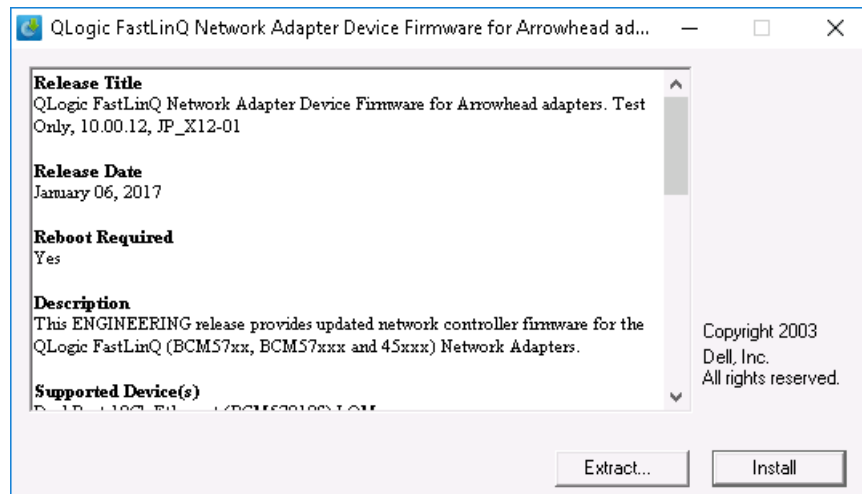

Ilustración 4-1. Dell Update Package (Paquete de actualización Dell): Ventana de presentación
2. Aparece la pantalla de presentación Dell Update Package (Paquete de actualización Dell), como se muestra en la Ilustración 4-1. Haga clic en **Install** (Instalar) para continuar.